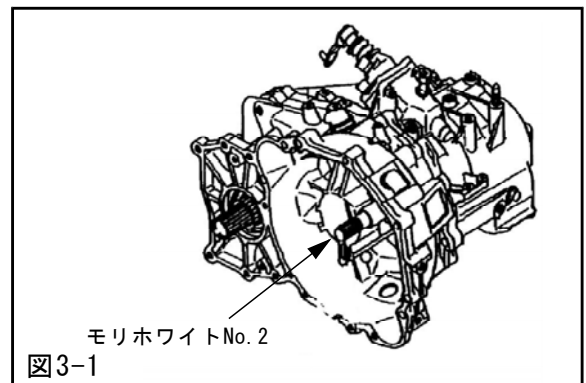

図3-1
- (1)トランスミッションのメインドライブシャフトのスプライン部にモリホホワイト TA No.2を適量塗布した後、キット内のディスクAssyをスプライン部分にはめ込んで前後にスライドさせ、均等に伸ばしてください。(図3-1)